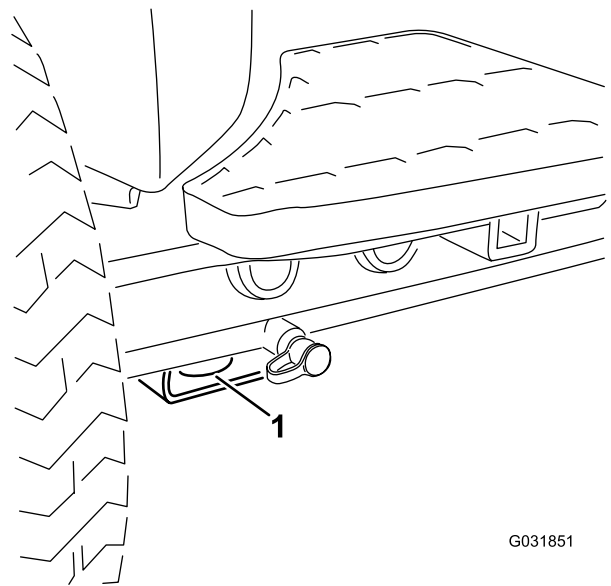

Bild 41
- Vorne: Loch im Rechteck unter dem Achsenrohr in jedem Vorderreifen (Bild 41)